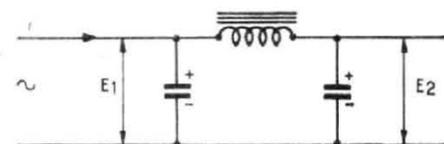

FIG. 1
a) calcul de la tension en  $E_1$ , figure 1, un circuit mono-alternance a été choisi, la fréquence de la tension résiduelle d'ondulation est 50 Hz, pour le cas du bi-alternance, on prendrait  $f = 100$  Hz.